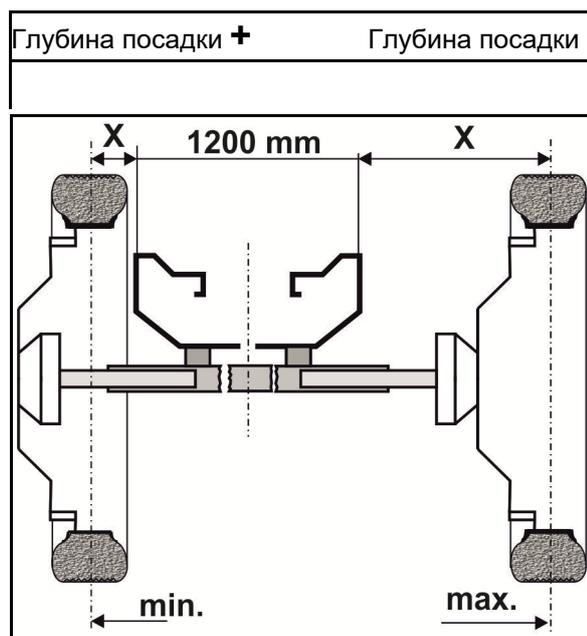

Рис. 104
5. Полуось вдвиньте или выдвиньте в необходимую позицию. Размер "x" при этом определяется от наружного края основной рамы (Рис. 104/1) до центра колеса опрыскивателя, и полуось образом задвигается и выдвигается соответствующим.